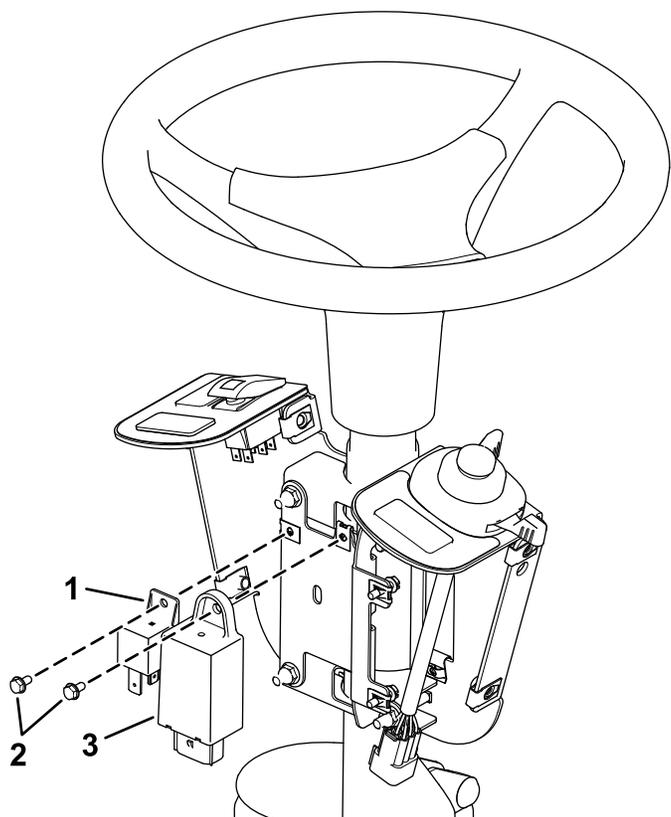

Рисунок 7
- Установите прерыватель проблескового сигнала и реле на монтажную пластину с помощью 2 винтов (№ 10 x $\frac{3}{8}$ дюйма), как показано на Рисунок 7.